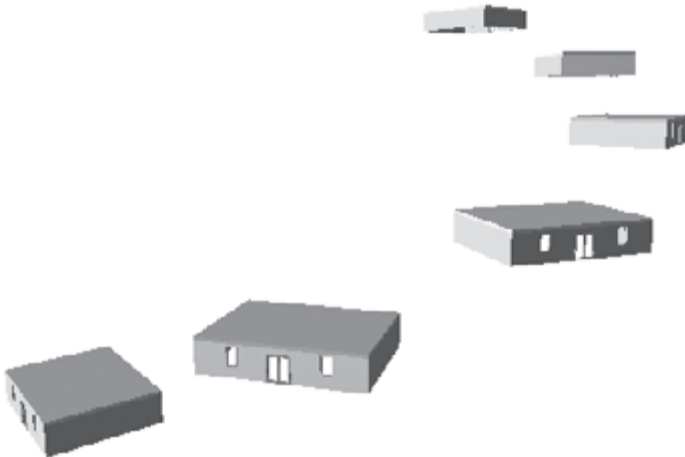

Рис. 8.20. Результат построения кругового массива с возвышением
6. Щелкните кнопкой мыши. Операция завершена (рис. 8.20).